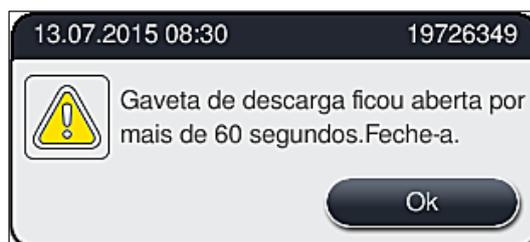

Fig. 87
- O usuário recebe uma mensagem de informações (→ "Fig. 87") se a gaveta de descarga for aberta por um período superior a 60 segundos.